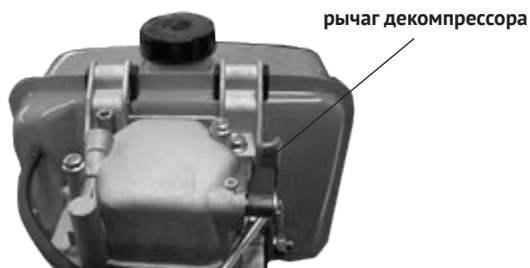

рис.10
- нажмите рычаг декомпрессора (рис.10) вниз (рычаг автоматически вернётся в исходное положение после запуска двигателя);
- одной рукой нажмите и удерживайте рычаг декомпрессора (рис.10) в нижнем положении;